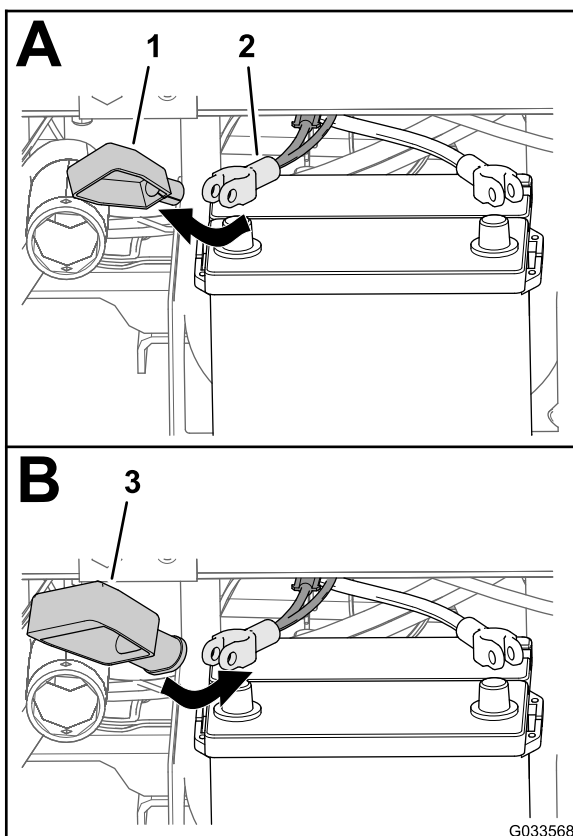

Figura 28
2. Rimuovete il coperchio (stretto) dal cavo positivo della batteria (Figura 28).
3. Montate il coperchio largo della batteria sul cavo positivo della batteria, come illustrato nella Figura 28.